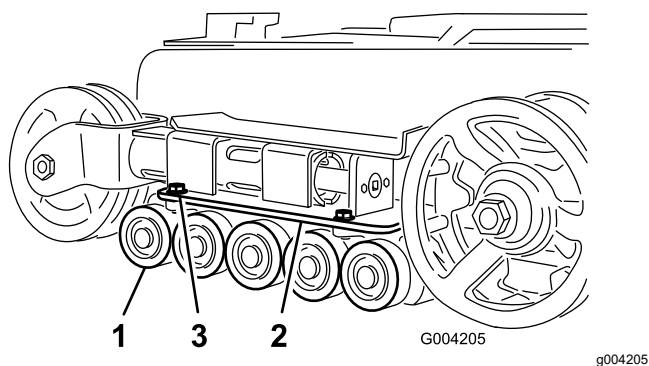

Figura 55
- Retire los 4 pernos que sujetan cada guía de oruga inferior, que contienen las ruedas de rodaje, y retírelas (Figura 55).